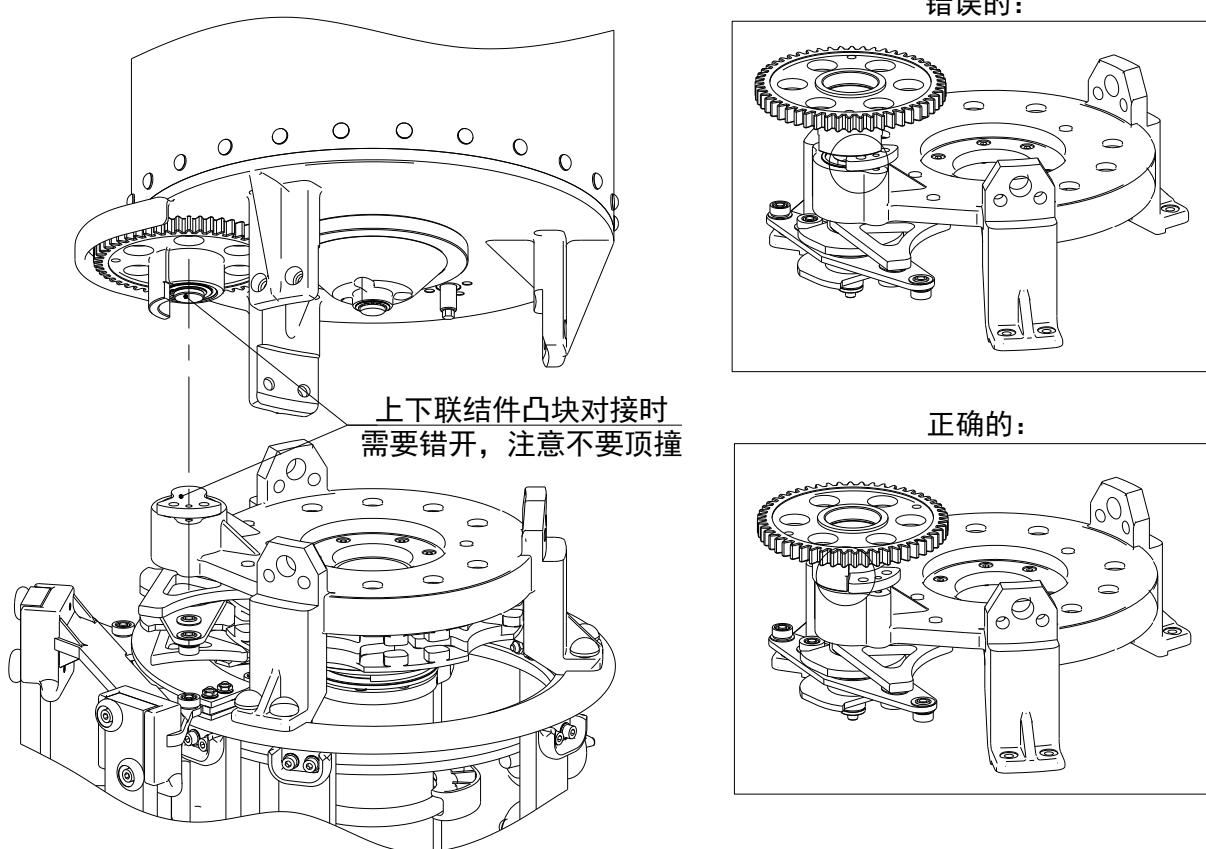

图 5-6
4. 对正两个联轴器的位置，上下联结件凸块对接时错开，注意不要顶撞。（图 5-6）